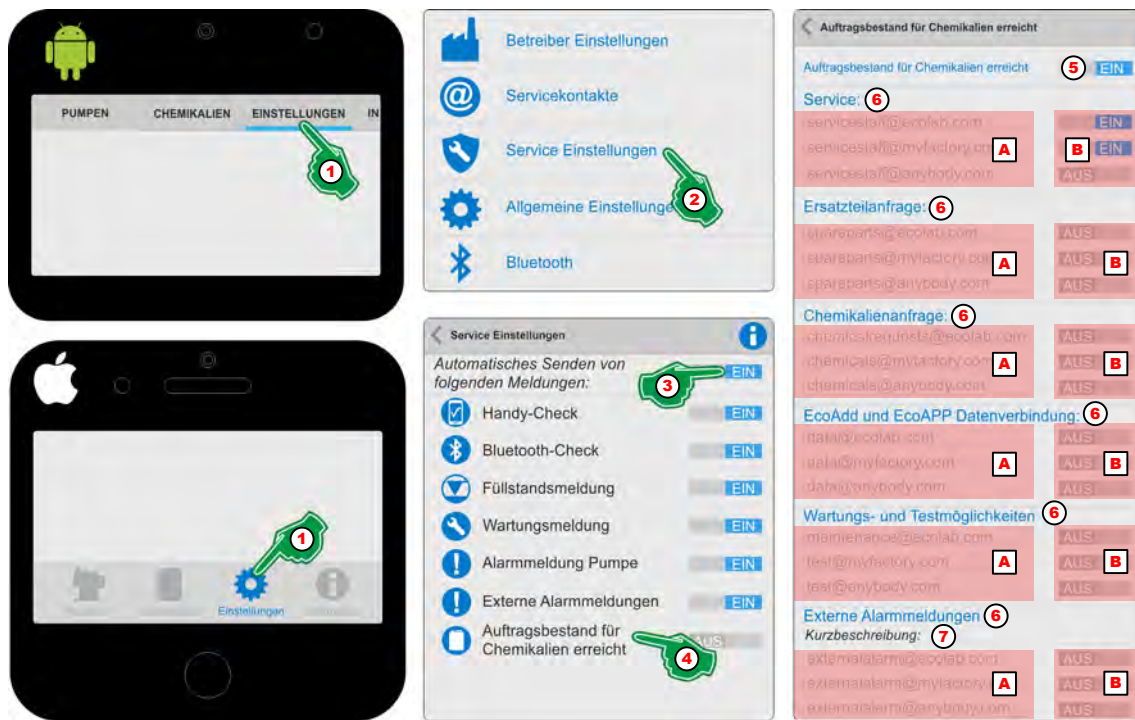

Abb. 12: „Auftragsbestand für Chemikalien erreicht“
1. ▶ [Einstellungen] (Abb. 12, Pos. 1) auswählen.
2. ▶ [Service Einstellungen]  (Abb. 12, Pos. 2) auswählen.
3. ▶ „Automatisches Senden von folgenden Meldungen“ (Abb. 12, Pos. 3) **EIN** Schalten.
4. ▶ Das Symbol oder die Bezeichnung „Auftragsbestand für Chemikalien erreicht“  (Abb. 12, Pos. 4) auswählen.
5. ▶ „Auftragsbestand für Chemikalien erreicht“ (Abb. 12, Pos. 5) **EIN** Schalten.
6. ▶ Gewünschte Servicekontakte (Abb. 12, Pos. A) **EIN** (Abb. 12, Pos. B) Schalten.
7. ▶ Zur Anzeige von Fehlern bei Verwendung einer externen Steuerung (Abb. 12, Pos. 7) eine Kurzbeschreibung (Abb. 12, Pos. 8) zur Identifikation vergeben.